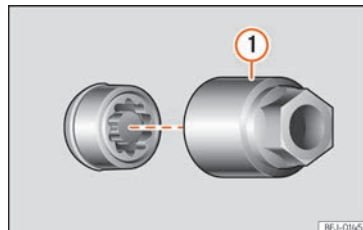

Abb. 37 Diebstahlhemmende Radschraube mit Abdeckkappe und Adapter
- Schieben Sie den Spezialadapter »» **Abb. 37** ① [Bordwerkzeug »» Seite 40] bis zum Anschlag in die diebstahlhemmende Radschraube.